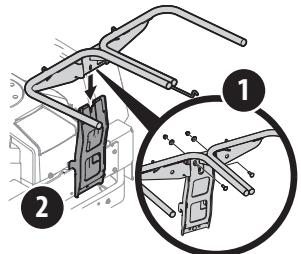

Figure 5
- Fixez le support du sac à herbe (1) au support vertical (2) avec 2 boulons de carrosserie (710-0276), 2 rondelles à collerette (736-0242) et 2 écrous autobloquants (712-04063) du kit de quincaillerie (689-02200). Voir Figure 5.